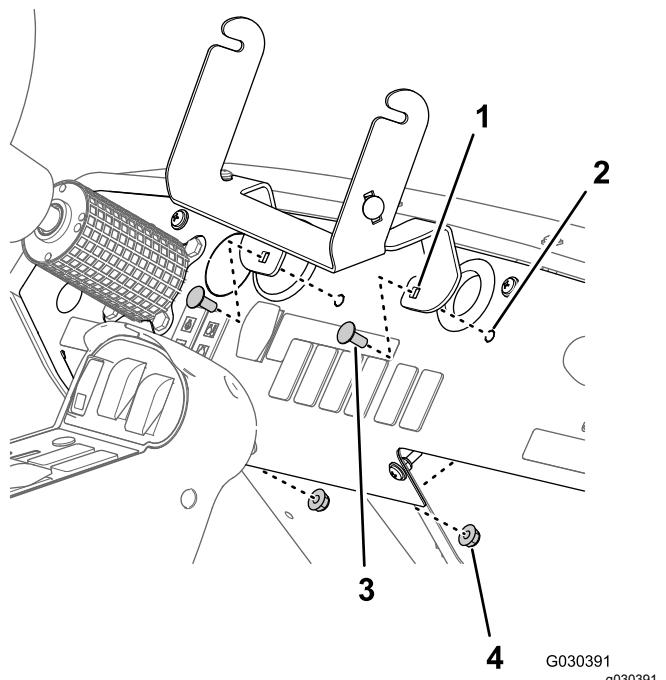

**Bild 6**
3. Nehmen Sie die Handräder an jeder Seite der Steuerkonsole ab (Bild 6).
4. Nehmen Sie die Steuerkonsole und die zwei Gummischeiben von der Stützhalterung ab (Bild 6).
5. Stecken Sie den Kabelbaum, den 3-Buchsen-Stecker und den 16-Buchsen-Stecker durch die Scheibe im Armaturenbrett (Bild 6).